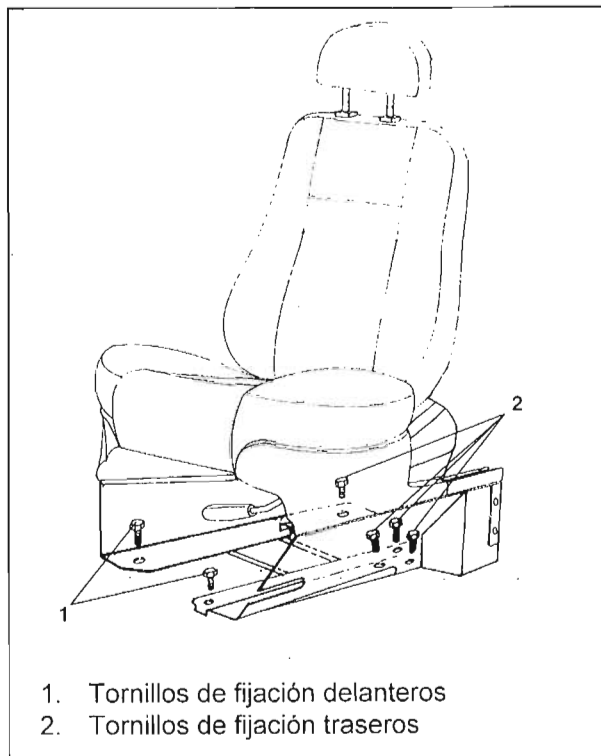

Fig. 23.
16. RETIRADA/ INSTALACIÓN DEL ASIENTO DELANTERO (Fig. 23)